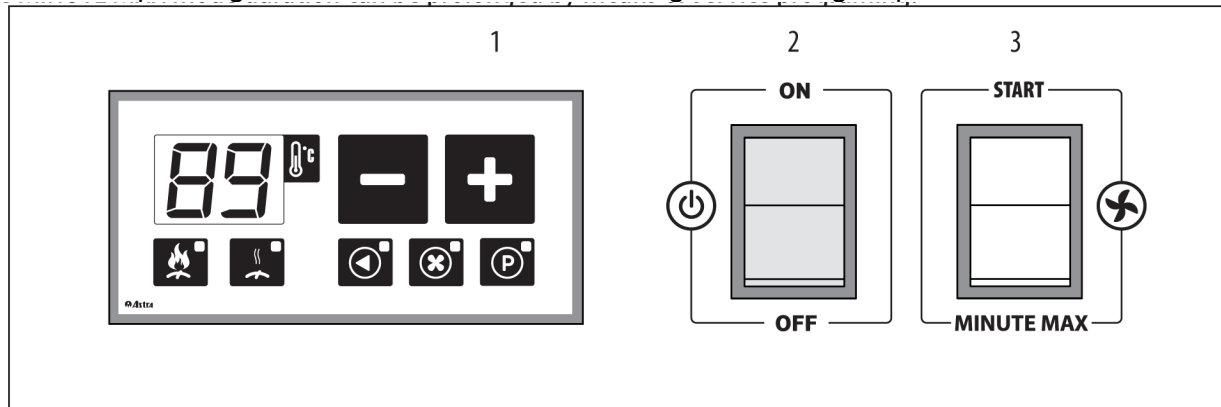
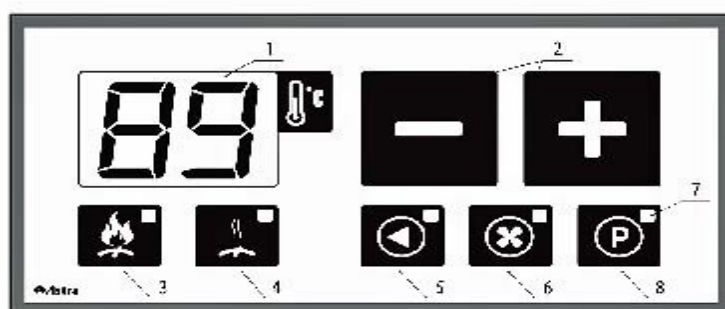
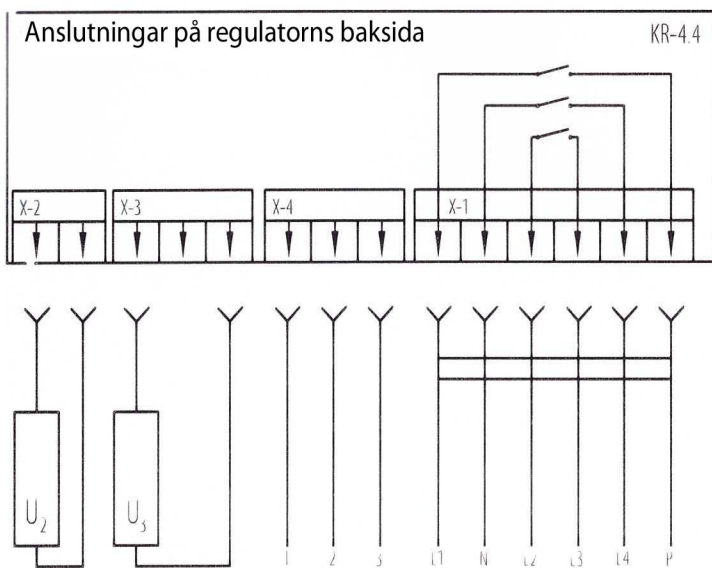

Fig. 9 Främre kontrollpanel
Fig. 11 Frontpanel av regulator KR-4.4
Fig. 12 Anslutningar på regulatorn
Temperaturgivaren för överhettningsskyddet är installerad i ett dykrör 20 (Fig. 1). Om pannan blivit för varm, (mer än 95 °C), och överhettningsskyddet löst ut, lyser indikatorn 4: "Förbränning avslutad" (Fig. 11). I det här fallet är det nödvändigt att ta reda på orsakerna till problemet och ta bort dem. Om detta inte görs är risk för allvarliga skador på pannans utrustning samt risk för människors hälsa och liv. Om användaren inte kan lokalisera och åtgärda orsaken till utlösning av överhettningsskyddet, så måste en mer kvalificerad serviceman tillkallas. Efter att pannan svalnat, kan överhettningsskyddet återställas till sitt normala driftläge. För att göra detta, skruva loss locket och tryck på den röda knappen.
Den digitala temperaturindikatorn 1 (Fig. 11) visar både den uppmätta och den inställda temperaturen på vattnet i pannan. Maxarbetstemperaturen justeras med knapparna 2. Efter en kort tryckning på "+" eller "-" börjar den digitala indikatorn 1, visa maxarbetstemperaturen för pannvattnet. För att ändra det, måste lämplig knapp tryckas: "+" för att öka och "-" för att minska temperaturen. Efter några sekunder efter den sista knapptryckningen är maxarbetstemperaturen sparad och indikatorn återgår till att visa ärvärdestemperaturen på pannvattnet. När den visar maxarbetstemperaturen, lyser en punkt bredvid värdet. När indikatorn visar den verkliga uppmätta temperaturen visas inte punkten. Regulatorn medger justering av temperaturen inom intervallet 65-90 °C.
Lysdiod 3 "Förbränning pågår" anger aktiv status av pannan. Denna tänds när eldningsprogrammet är påslaget med knappen 3 (Fig. 9) på den främre kontrollpanelen. Fläkten kan vara i driftläge endast när lysdioden 3 (Fig 11) är tänd.
Pannregulatoren är ansluten till pannan i enlighet med det schema som visas i (Fig.12). Strömförsörjningen L2, som kommer från den främre kontrollpanelen och överförs till regulatorn, slås på när omkopplarna 2 och 3 (Fig. 9) är i läge ON resp. START och termosäkringens inte har löst ut. Den impuls som reglerar fläkthastigheten ansluter periodiskt L2 till L3. När pannan växlar till status "förbränning avslutad", levererar L3 inte ström till fläkten och lysdiod 4 (Fig.11) tänds. För att återgå till läget "förbränning pågår", ska strömförsörjningen L2 avbrytas genom att strömförsörjningen av regulatorn bryts med (on / off- brytaren 2 (Fig. 9)., och därefter ställer den i läge "ON". Laddomatpumpens relä kopplar L4 till L1. Den programmerbara kanalens relä kopplar P till L1. Utströmmen till fläkten regleras mellan $20 \div 100$ VA. Det högsta tillåtna effektuttaget för Laddomatpumpen som är ansluten till regulatorn är 250 VA. Det högsta tillåtna effektuttaget för den programmerbara kanalen är 250 VA.
Slå på spänningen, med knapp 2 på den främre kontrollpanelen. Då tänds displayen på regulatören (Fig. 11). Ställ in önskad maxarbetstemperatur på pannvatten med hjälp av knapparna för temperaturinställning, vi rekommenderar en temperatur på 90 ° C .
Kontrollera på rökgastrmometern att temperaturen stiger. Håll den nedre luckan öppen tills du hör att det tagit sig ordentligt i tändveden. Stäng den nedre luckan och starta omedelbart eldningsprogrammet genom att trycka in den röda brytaren 3 på kontrollpanelen mot START (Fig. 9).
Det är viktigt att pausa pågående program för regulatören när du lägger in mer ved under pågående eldning, (se beskrivning nedan)! Stäng inte av strömförsörjningen av pannan med den gröna brytaren när vattentemperaturen i den överstiger 70 ° C och lysdioden 3 "Förbränning pågår" lyser (Fig. 11), eftersom eldningsprogrammet då startar om från början och fortsatt förbränning då kommer att ske med för låg fläkthastighet.
När förbränningen fortfarande pågår, och regulatorns lysdiod 3 " förbränning pågår " (Fig. 11) lyser grönt:
Tryck eldningsprogramomkopplaren 3 mot "MINUTEMAX" (Fig. 9). Symbolen " L " blinkar på displayen, vilket indikerar att programmet har pausats. Fläkten går upp på maxvarvtal automatiskt.
3 . När veden har lagts in, återuppta driften genom att trycka eldningsprogramomkopplaren 3 mot "START" (Fig. 9).
När förbränningen hunnit så långt att regulatorns lysdiod 4 " förbränning avslutad " (Fig. 11) blinkar rött:
2. Stäng av och slå igen på grön strömbrytare 2 (Fig. 9), eldningsprogrammet startas då om från början.